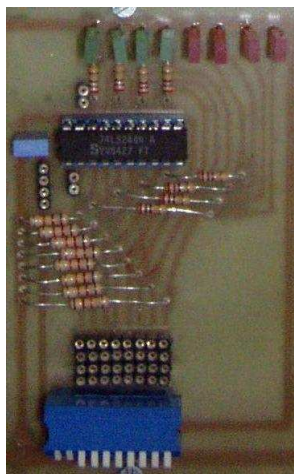

Fig. 2
- c. Otto interruttori con diodi LED che consentono di visualizzare lo stato logico degli interruttori (fig. 2);